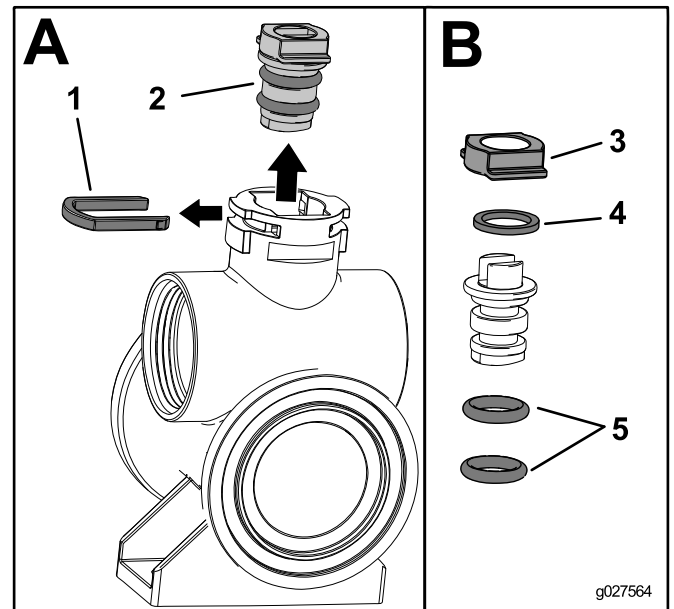

Figure 3
13. Retirez l'étrier de retenue de la tige (partie A de la Figure 3).
14. Passez dans le corps de la vanne et déposez la tige de vanne (partie A de la Figure 3).
15. Déposez la retenue de tige, la rondelle de butée et les 2 joints toriques de la tige de vanne (partie B de la Figure 3).